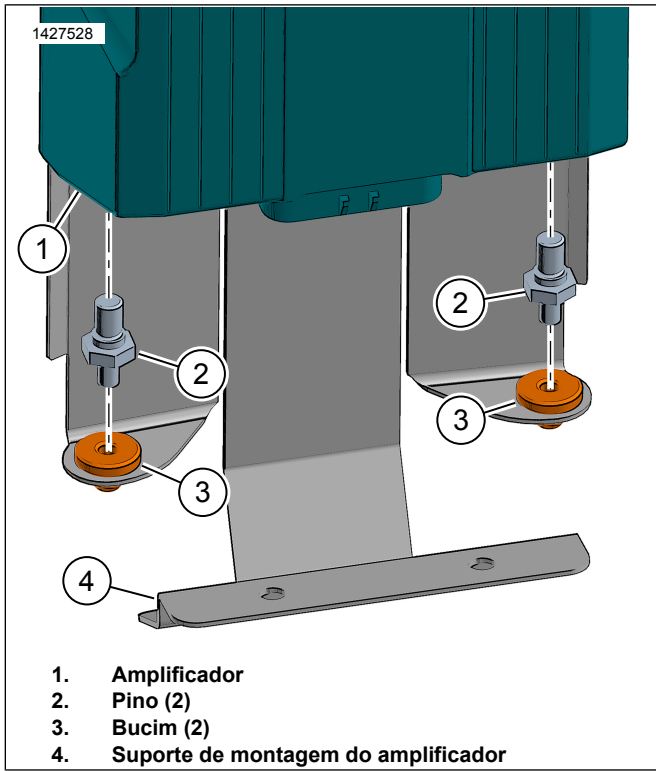

Figura 12. Pino do amplificador
4. Figura 12 Instale o bucim (3) no apoio de montagem do amplificador (4).
5. Instale o pino (2) no amplificador (1). Aperte.